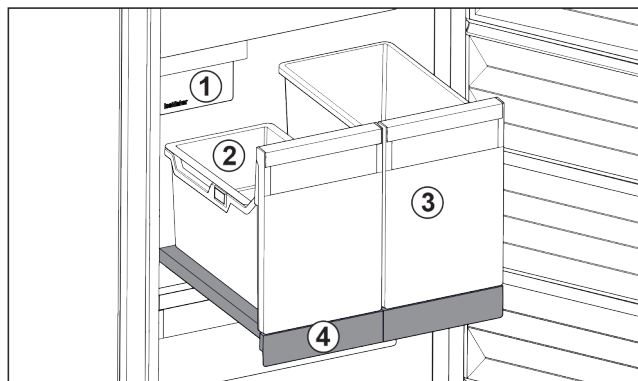

Fig. 93 Vysouvací přihrádka s IceTower
Na vysouvací přihrádce jsou dvě vysoké nádoby (IceTower). V nádobě Fig. 93 (2) se shromažďují a skladují kostky ledu z IceMaker. Nádobu Fig. 93 (3) se hodí pro skladování vysokých potravin jako pizzy nebo alkoholické nápoje.